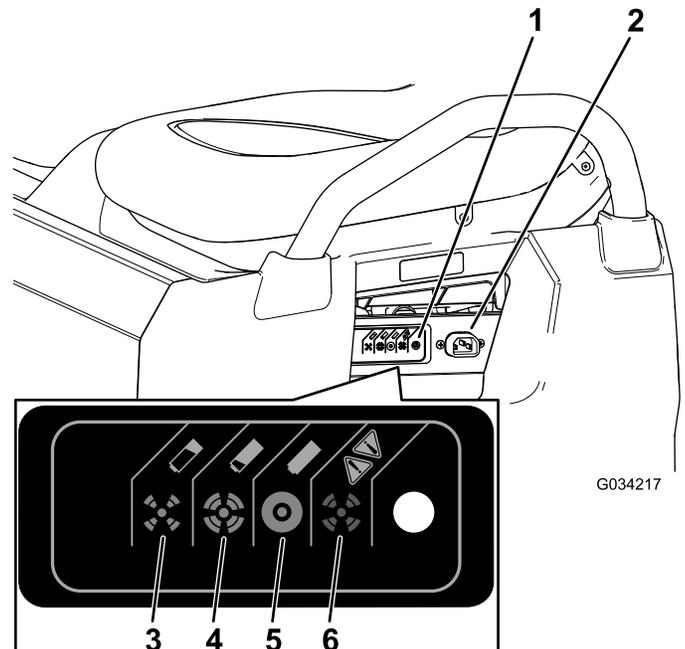

Figura 37
3. Ligue um cabo de carregador de nível 16 (ou de diâmetro maior), 2,5 m ou mais curto ao recetáculo de carregamento na máquina (Figura 37).
Consulte a tabela seguinte e Figura 37 para informação dos significados das diversas cores da luz indicadora de carga.